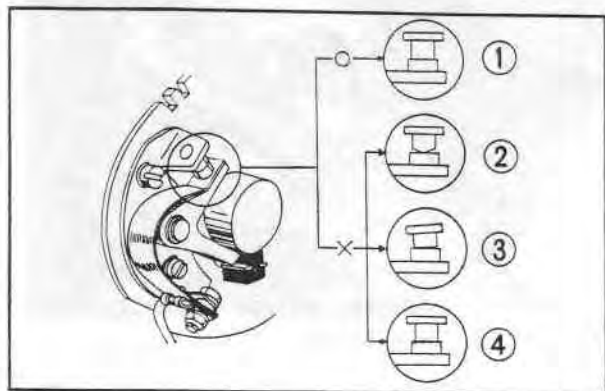

Fig. 7-17 ① Bon ② Contacts usés
- a. Dresser les vis platinées piquées ou sales au moyen d'une lime ou de papier émeri, cependant, si leur état le nécessite, démonter les bras de rupteur et dresser les contacts de ces bras et les contacts fixes avec une pierre à huile, en s'assurant que les vis platinées seront correctement en appui au remontage. L'écartement des vis platinées doit être réglé entre 0,3 et 0,4mm. (Fig. 7-17)